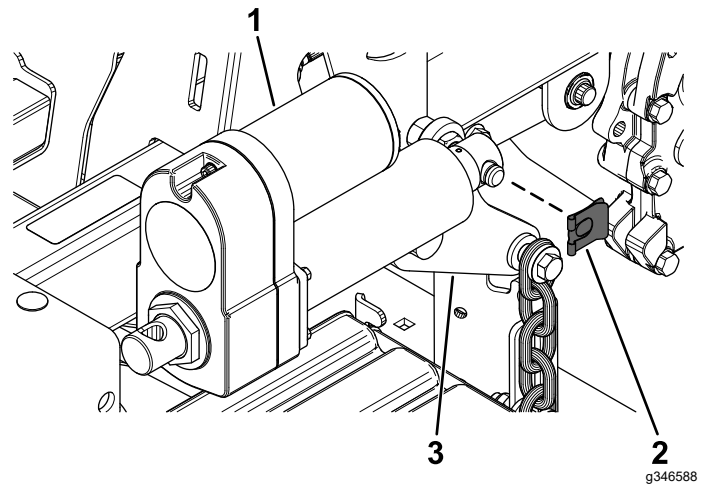

Bild 24
1. Befestigen Sie den Aktor mit der Schraubklammer (Bild 24) am hinteren Mähwerkhubarm.